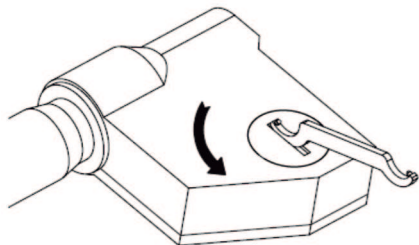

Abb. 1
- » Drehen Sie die Batterieabdeckung mit dem Schlüssel 45° gegen den Uhrzeigersinn (Abb. 1), dann entfernen Sie sie.